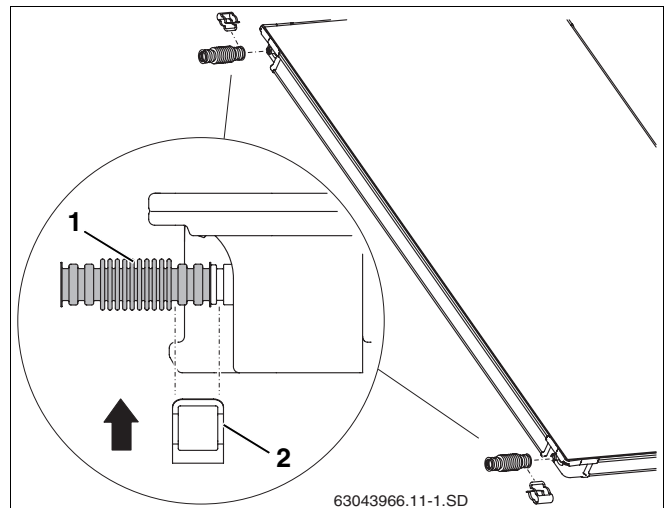

Fig. 48 Montaggio del raccordo per tubo ondulato sul primo collettore
- Applicare i raccordi per tubo ondulato (fig. 48, **pos. 1**) sugli attacchi di sinistra del primo collettore.
- Far scorrere la graffa (fig. 48, **pos. 2**), prevista per la messa in sicurezza dell'attacco, sul raccordo per tubo ondulato fino all'attacco del collettore.